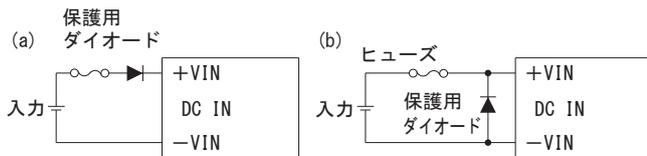

図 2.4 逆接続防止
- 入力端子に極性逆の電圧が加わると故障します。極性逆の電圧が加わる可能性がある場合は、図 2.4 のような保護用の回路を外付けしてください。